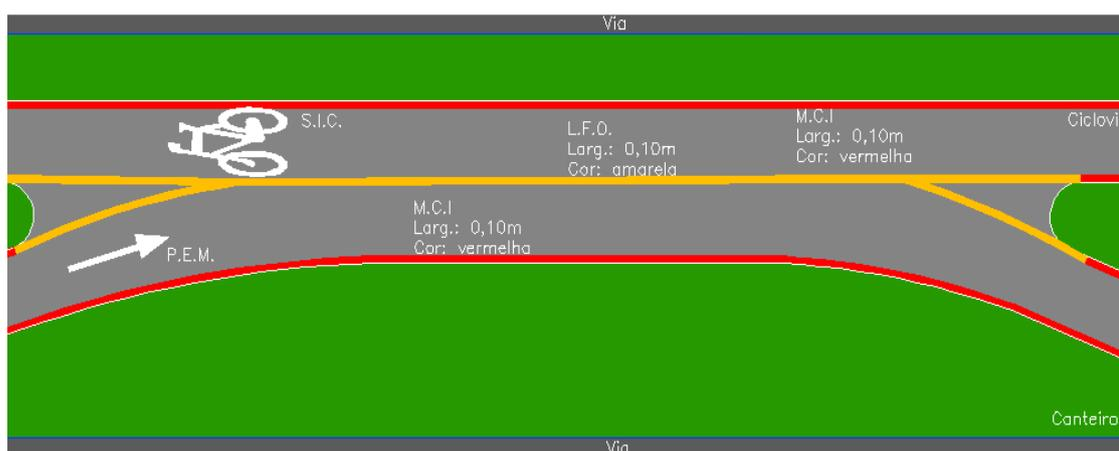

Figura 07 – Linha de Divisão de Fluxo Oposto – L.F.O. Contínua.
- Ver Figura 03 e Figura 07.
- Ver Figura 07.